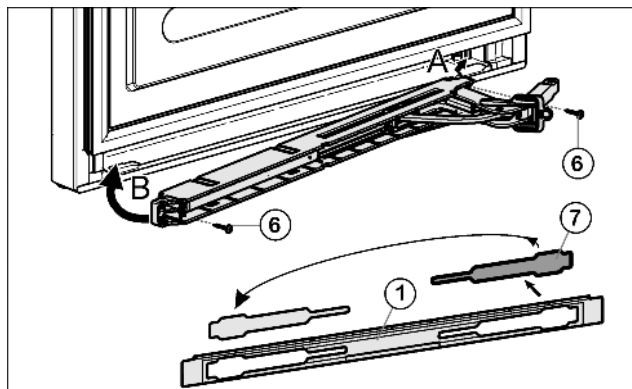

Fig. 10
- Освободите крышку Fig. 10 (7) из накладки Fig. 10 (1) и снова установите её на другой стороне.
- Прикрутите (2 шт. Torx® 15) Fig. 10 (6) узел амортизатора закрытия дверцы.